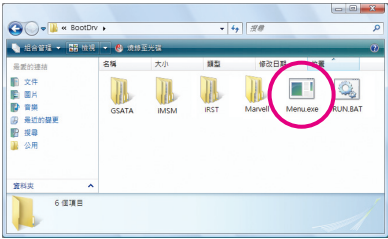
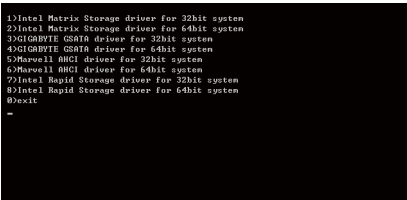

图2
图3
- 2：进入光盘中「BootDrv」文件夹，双击「Menu.exe」文件(图2)后会出现「命令提示字符」画面，内含如图3的控制器选单。
以图3的选单为例：